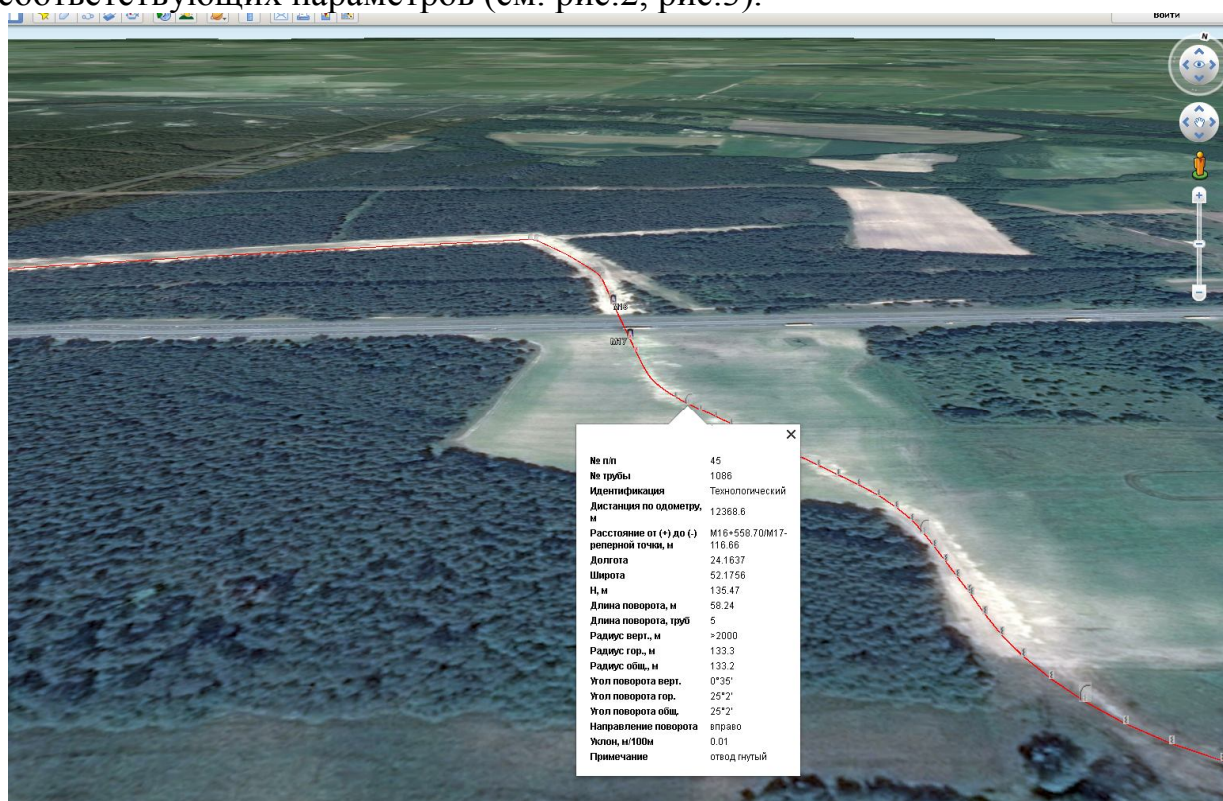
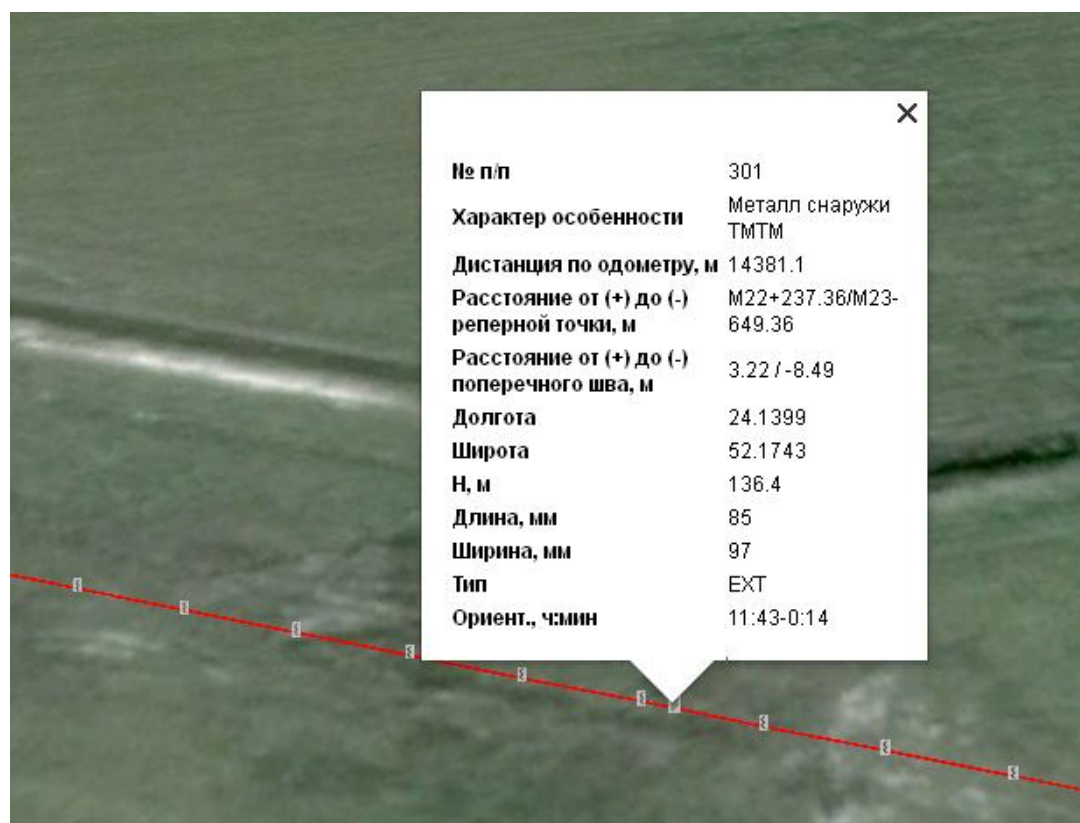

Рис. 2
Рис. 3
6. На каждый элемент трубопровода может быть выведена (одинарный клик левой клавишей мышки) на экран полная характеристика в виде таблицы соответствующих параметров (см. рис.2, рис.3).